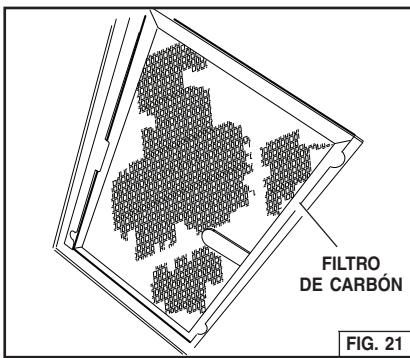

FIG. 21
- Si la campana está sin entubar, inserte el filtro de carbón en la cavidad que está detrás del filtro de grasas. Si la campana se canaliza, deseche el filtro de carbón. Fig. 21.